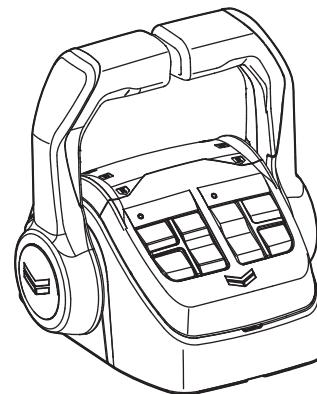

Figure 26
- La lampe du panneau de commande s'allume, et la lampe de la commande de réglage (**Figure 26**) « SEL » (**Figure 27**) va s'allumer ou va clignoter.